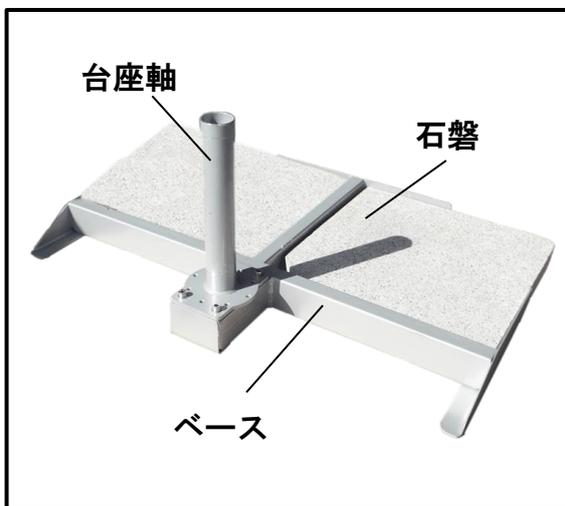

図.1
- ① 設置する場所が水平であることを確認してください。
- ② 石磐をベース (B) の上に置きます。(石磐を左右2枚入れる)
- ③ ベース (B) の上に台座軸 (C) を置きます。(図.1)
- ④ キャップネジ (a) にワッシャー (b) を通して、台座に左図のように締めます。(初めは緩めに止めて、最後はハンドル (e) でしっかりと閉じこんで下さい)